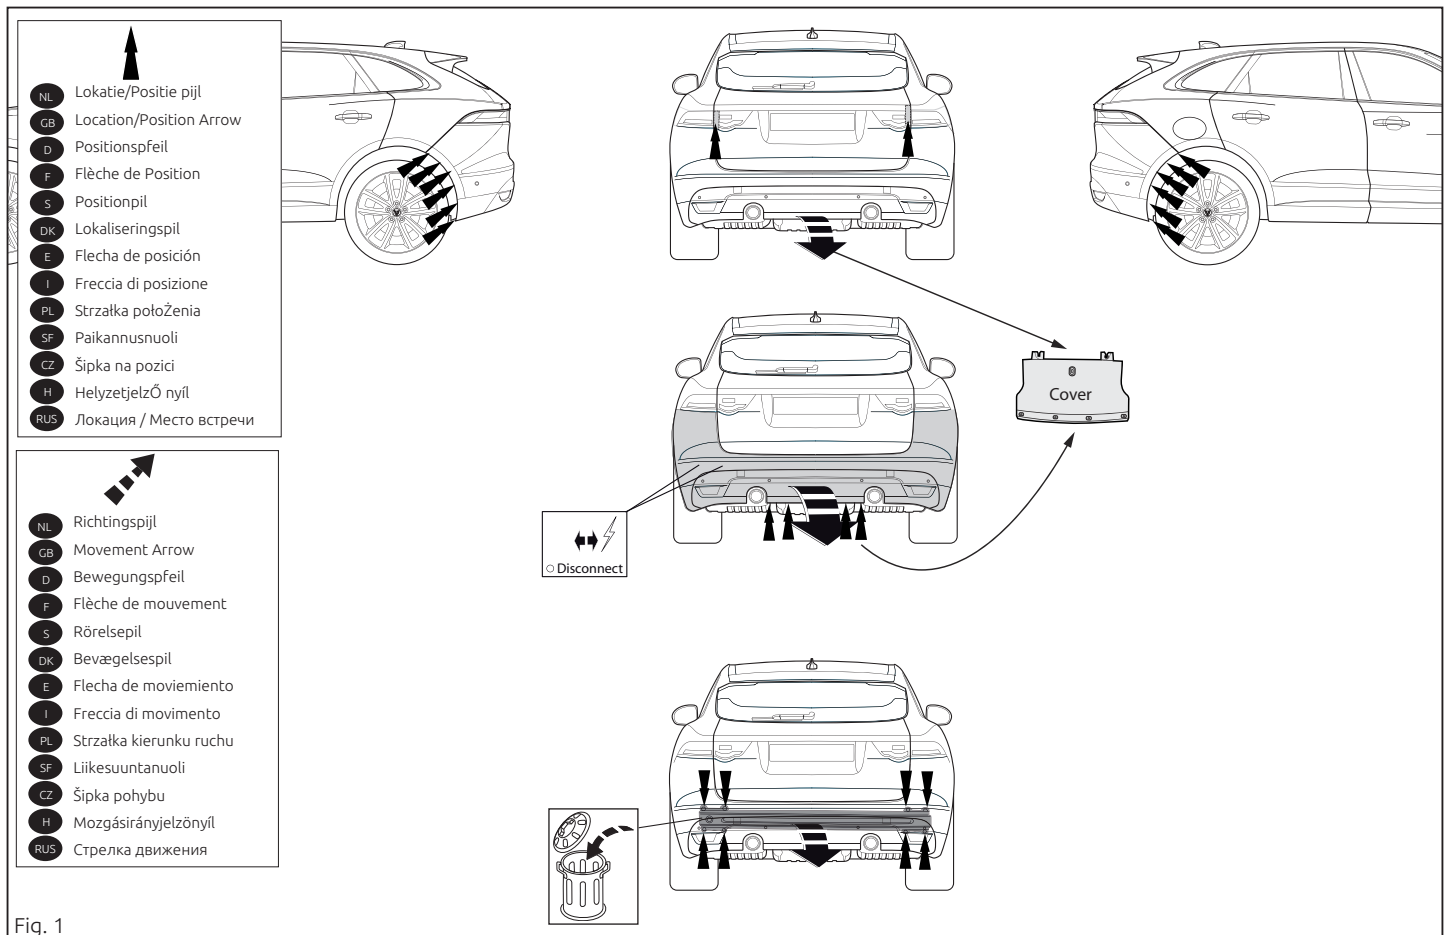

Fig. 1
2. Die Stoßstange einschließlich des stählernen Stoßbalkens vom Fahrzeug abmontieren. Der Stoßbalken wird nicht mehr benötigt. Siehe Abbildung 1.
2. Déposer le pare-chocs du véhicule y compris la traverse en acier, la traverse ne sera plus utilisée. Voir la figure 1.
2. Demonter kofangeren, inklusive køretøjets stålstødbjælke. Stålstødbjælken skal ikke længere anvendes. Se fig. 1.